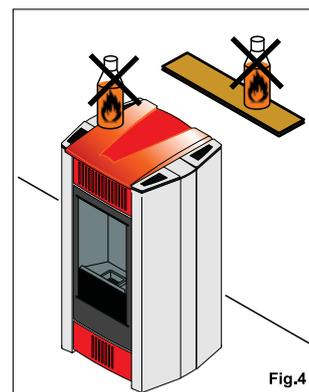

Fig.4
- **NON lasciare MAI** prodotti infiammabili nelle vicinanze della stufa, onde evitare incendi e/o esplosioni (fig.4).